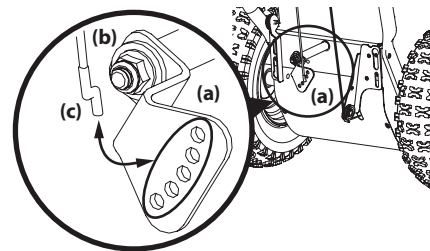

Figura 2-58
2. Eleve la ménsula divisora del cable de cambios (a) para que el cable quede flojo (b). Consulte la Figura 2-58.